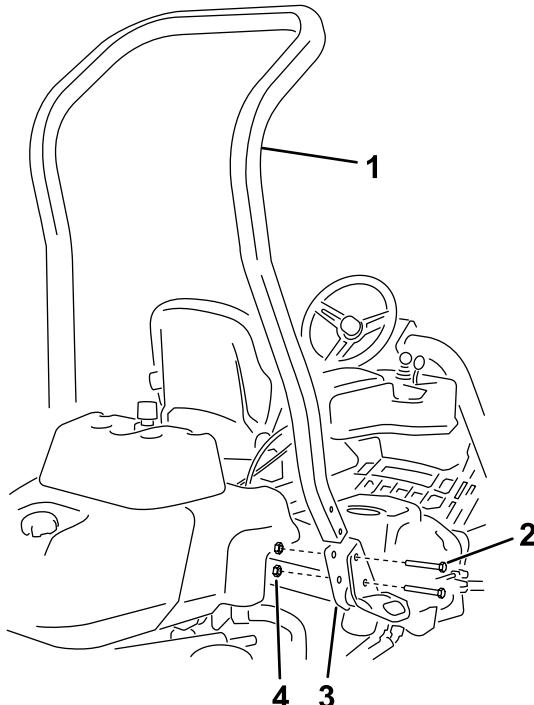

Bild 3
3. Befestigen Sie den Überrollbügel mit vier Schrauben ($\frac{1}{2}$ " x 3 $\frac{3}{4}$ ") und vier Bundmuttern ($\frac{1}{2}$ ") an den Halterungen für den Überrollsitzschutz an jeder Seite der Maschine, wie in Bild 3 abgebildet.